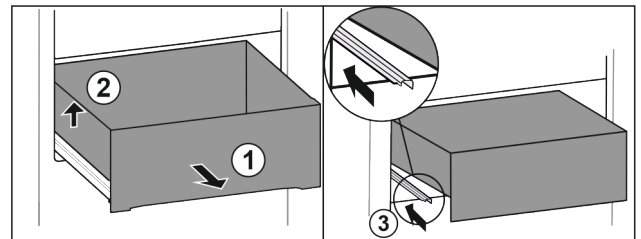

Fig. 92
- ▶ Витягніть висувний ящик до упору. Fig. 92 (1)
- ▶ Підняти висувний ящик ліворуч. Fig. 92 (2)
- ▶ Вставити ліву рейку. Fig. 92 (3)